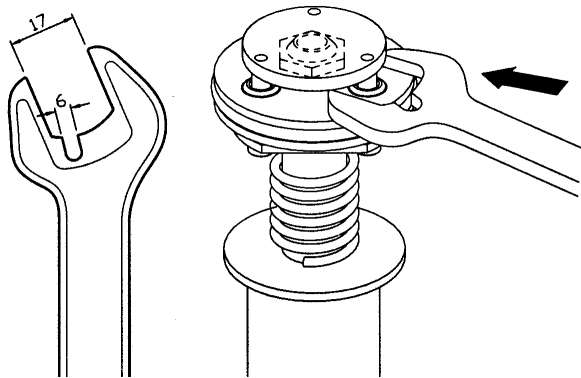

Fig. 9
1. Secure the air motor body (13) in the vise and loosen the four screws (14) to remove the air motor dolly (1).
2. Check the upper spring (2) and the spring stop (3) inside the air motor dolly (1). Replace if damaged.
3. Remove the lower circlip (15) and muffler (16) and pull up the reversing set (4) until the hole in pump piston (8) is visible in the opening where the muffler was removed. Insert a steel rod (8 mm) in the hole to lock the piston.
4. Use a prepared 17mm wrench (see fig. 9) to disassemble the inverting set (4).
1. Fijar el cuerpo motor (13) adecuadamente y soltar los cuatro tornillos (14) para retirar la cazoleta (1).
2. Verificar el muelle superior (2) y el tope muelle (3) en la cazoleta (1). Sustituir en caso de deterioro.
3. Desmontar el anillo de seguridad (15) inferior y el silenciador (16) y tirar el conjunto inversor hacia arriba hasta que el agujero en el vástago (8) quede visible en la apertura donde el silenciador fue quitado. Introducir una varilla acerada (8mm) en el agujero del pistón para bloquear el mismo.
4. Desenroscar el conjunto inversor (4) con una llave fija de 17mm preparada (Fig. 9).